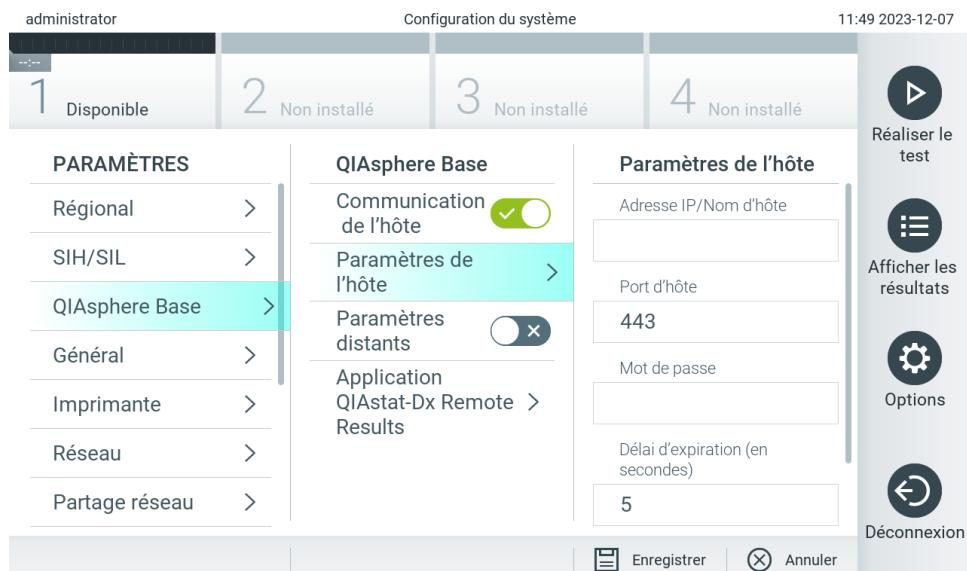

Figure 65. Configuration de la connexion de QIAsphere Base.
2. Sélectionnez **QIAsphere Base** dans la liste des paramètres de la colonne de gauche (figure 65).